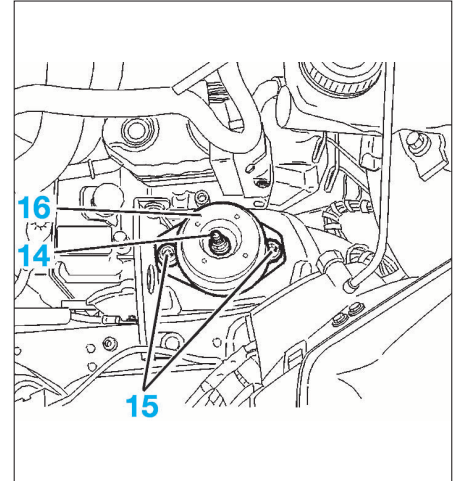

FIG. 90
- l'écrou (14) (Fig.90),
- les vis (15),
- la cale élastique (16),